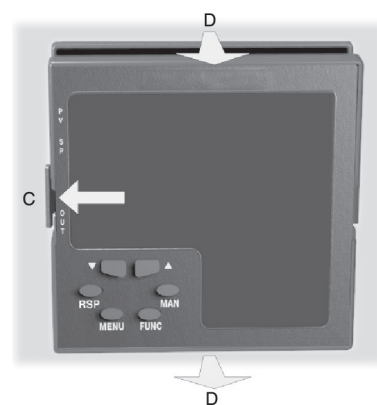

Рис. 2
- Пока защелка раскрывается, подхватите справа прибор (см. Рис. 2).